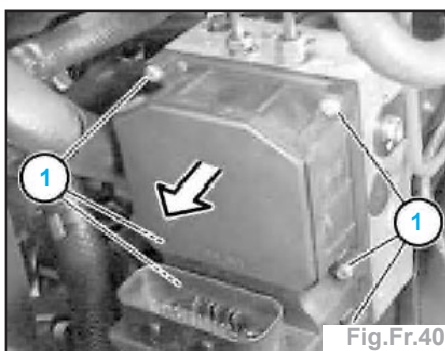

Fig.Fr.40
- Détacher les vis (1) et séparer le boîtier électronique (2) du groupe hydraulique (fig.Fr.40).